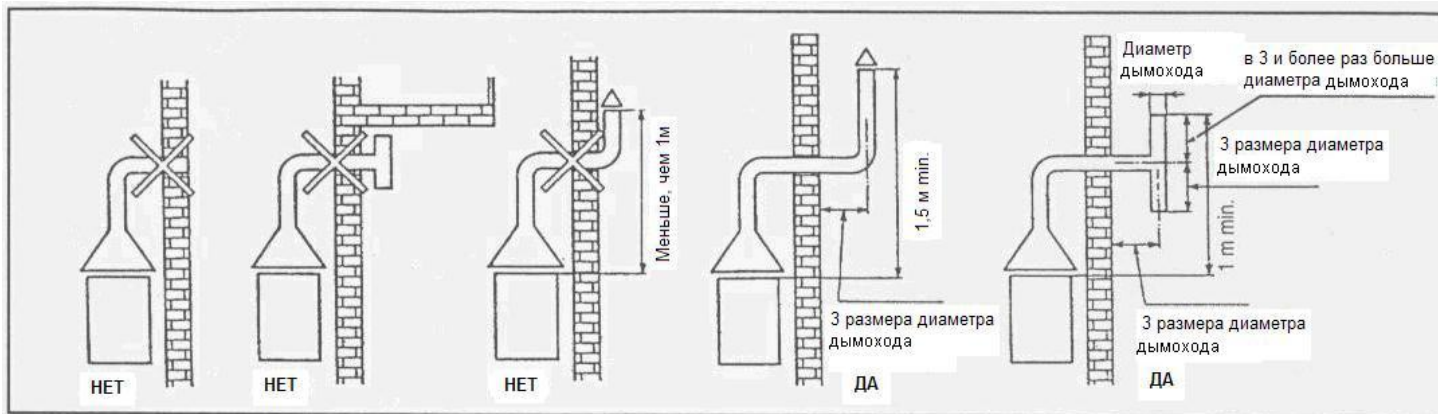

Рис.3
4.4 При отсутствии дымохода, продукты сгорания выводятся за пределы помещения по одной из схем, приведенных на рис. 3, которые разработаны в соответствии с нормами безопасности, действующими в отношении пользования газом.